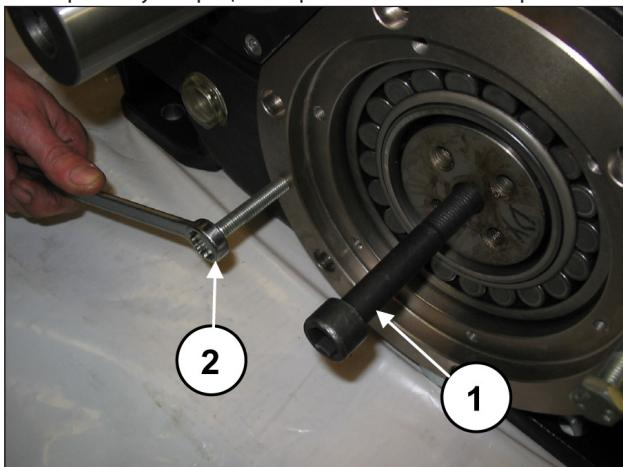
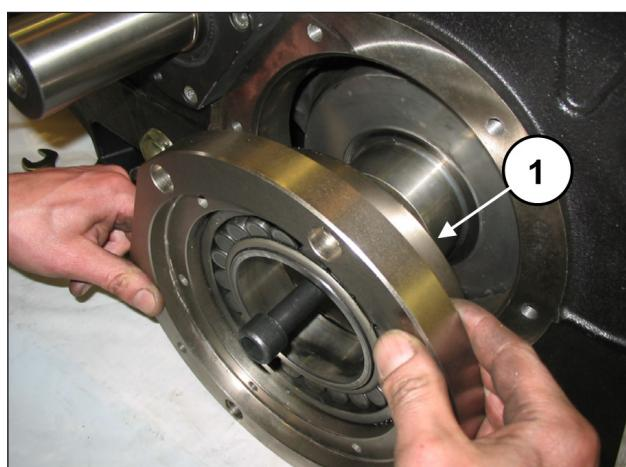

Рис. 23
Рис. 24
Установите шпильку с резьбой M16 на окончность коленчатого вала (поз. ①, Рис. 23) и, удерживая его в приподнятом положении, снимите крышку-держатель подшипника вместе с подшипником и уплотнительным кольцом O-ring (поз. ①, Рис. 24). Для удобства демонтажа используйте 2 штифта или винта M10 (поз. ②, Рис. 23), выступающих в роли съемников.